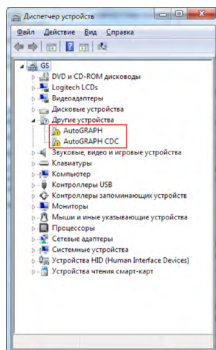

Рис.1.
2. Подключите контроллер АвтоГРАФ-WiFi GSM+ с ПК, используя интерфейсный кабель USBAM – USB miniB 5 pin. Система автоматически найдет новое оборудование (Рис.1). Для работы контроллера с сервисно-диагностическими, диспетчерскими и конфигурационными программами необходимо установить драйверы устройств AutoGRAPH и AutoGRAPH CDC.